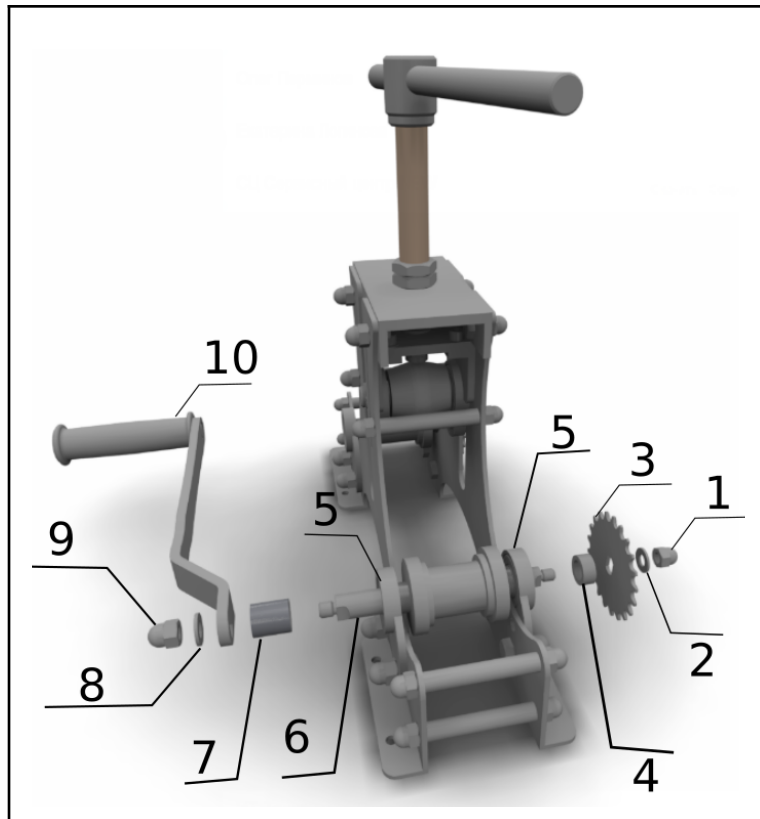

Рис. 3 Снятие и установка приводного валка с ручкой
2.1. Установите приводной валок (Рис. 3)